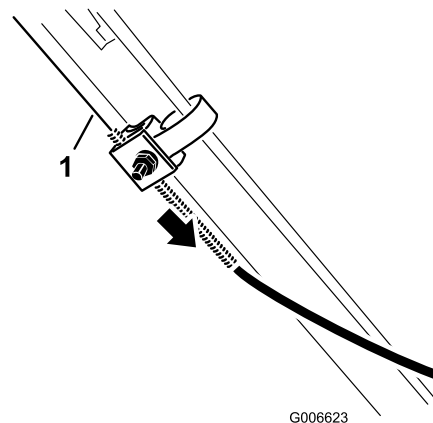

Figura 27
6. Abbassate la guaina del cavo (verso il tosaerba) per eliminare l'imbando del cavo (Figura 27).